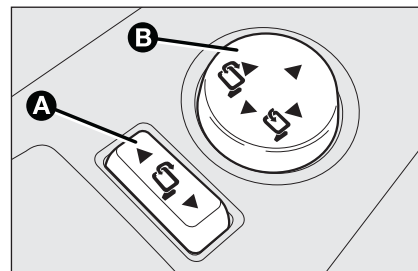

fig. 36
- ☐ posizionare il selettore **A-fig. 36** nella posizione neutra (nessun specchio selezionato);
- ☐ ripiegare lo specchio, agendo nelle posizioni laterali del joystick **B-fig. 36**;